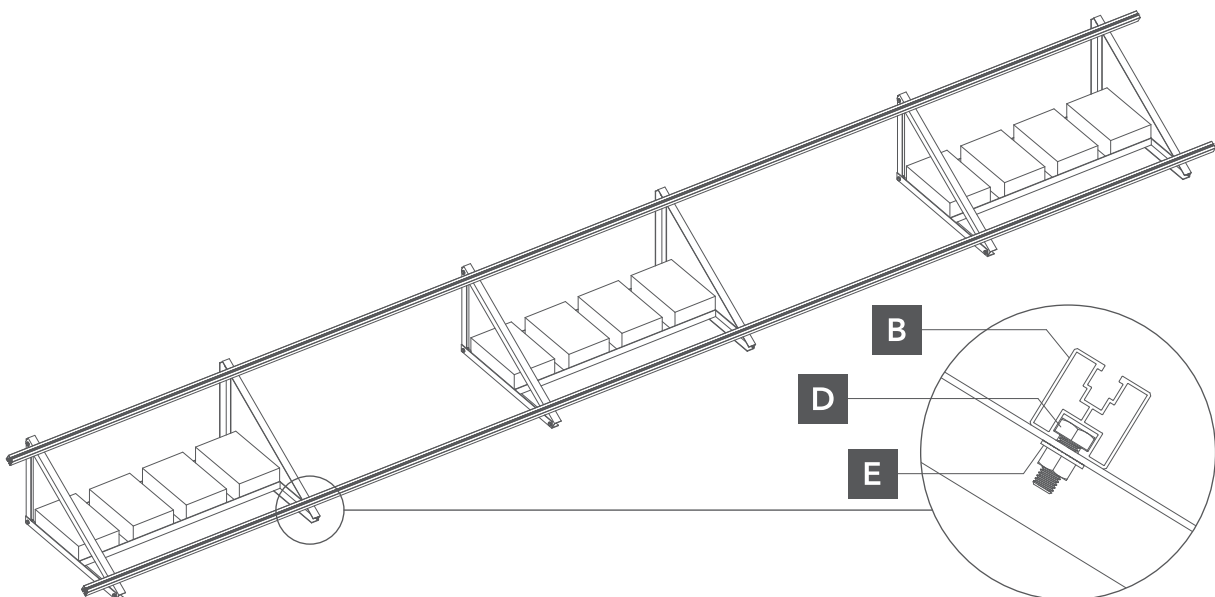

Abb. 5. Befestigung der Schiene an der Montage-Triangel
- 4** Als nächstes, wenn die Montagetriangulate bereits befestigt sind, muss man ein Ende der Schiene mit einer Sechskant-Schraube DIN933 M10x25 durchführen, es mit dem Montagetriangel ausrichten und mit einer Muttern DIN6923 M10 anziehen (Abb. 5)